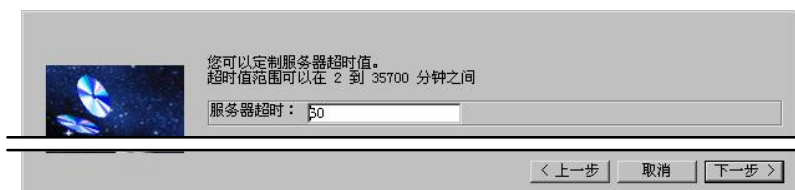

图 1.3.4 “服务器超时配置”对话框
- Step 10** 系统弹出图 1.3.4 所示的“服务器超时配置”对话框，可设置服务器超时的时间，接受系统默认参数设置值，单击 **下一步 >** 按钮。